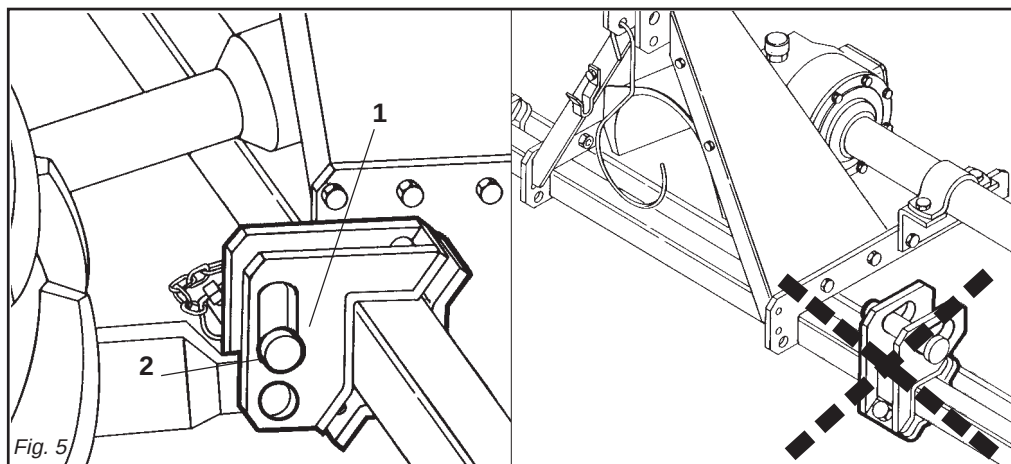

Fig. 5
In base alle dimensioni specifiche di questi 2 tipi di attacchi dei trattori è necessario determinare la posizione più favorevole della zappatrice spostando opportunamente sul tubo quadro le piastre (1 Fig. 5) e inserendo i perni (2 Fig. 5) nei fori corrispondenti al giusto diametro delle parallele del trattore.
Depending on the precise dimensions of these two types of hitches, find the best position for the cultivator by moving the plates (1 Fig. 5) along the square tubular and inserting the pin (2 Fig. 5) in the holes corresponding to the correct diameter for the tractor's parallel arms.
Aufgrund der spezifischen Abmessungen dieser beiden Schlepperanschlüsse kann man die günstigste Position der Hackfräse festlegen, indem man die Platten (1 Abb. 5) auf dem Vierkantröhr verschiebt und die Bolzen (2 Abb. 5) in die entsprechenden Bohrungen mit dem richtigen Durchmesser auf dem Schleppergestänge einsteckt.
En fonction des dimensions spécifiques de ces deux types d'attelages des tracteurs il faut déterminer la position la plus favorable de la houe en déplaçant, sur le tube carré, les plaques (1 Fig. 5) et introduire les axes (2 Fig. 5) dans les trous correspondant au bon diamètre des parallèles du tracteur.
En relación a las dimensiones específicas de estos dos tipos de enganche de los tractores hace falta determinar la posición más favorable de la binadora desplazando oportunamente en el tubo cuadrado las placas (1 Fig. 5) e introduciendo los pernos (2 Fig. 5) en los orificios correspondientes al correcto diámetro de las paralelas del tractor.
Le piastre (1 Fig. 5) vanno montate sempre e solo come mostrato in Fig. 5 con i fori posizionati anteriormente al tubo quadro.
- 1 - Accostare le parallele del sollevatore ponendole all'interno delle piastre (1 Fig. 5), inserire il perno (2 Fig. 5) nel foro predisposto e bloccare con le copiglie a scatto.
The plates (1 fig. 5) must always and only be mounted as shown in Fig. 5 with the holes towards the front of the square tubular. The Manufacturer declines any liability for damage to the cultivator or the tractor if this essential installation requirement is not observed.
- 1- *Near the lift bars, setting them in the most suitable plates (1 Fig. 5). Insert the pin (2 Fig. 5) into the relative hole and lock in place with the snap-in split pins.*
Die Platten (1 Abb. 5) dürfen nur und ausschließlich so montiert werden, wie es in Abb. 5 gezeigt ist, nämlich mit den Bohrungen, die vor dem Vierkantrohr angeordnet sind. Der Hersteller haftet nicht für die Beschädigung der Hackfräse oder des Schleppers infolge der Nichtbeachtung dieser Angabe.
- 1- Die Lenker des Krafthebers annähern und in die am besten geeigneten Platten schieben (1 Abb. 5). Den Bolzen (2 Abb. 5) in das Loch stecken und mit dem einrastenden Splint blockieren.
Les plaques (1 Fig. 5) doivent obligatoirement être montées comme illustré dans la Fig. 5 en utilisant les trous placés à l'avant du tube carré. Le constructeur décline toute responsabilité pour les ruptures sur la houe ou sur le tracteur dérivant de l'observation de cette prescription.
- 1- *Approchez les barres du relevage en les plaçant à l'intérieur des plaques les plus appropriées (1 Fig. 5), introduisez l'axe (2 Fig. 5) dans le trou correspondant et bloquez par les goupilles à encastrement.*
Las placas (1 Fig. 5) deben ser montadas siempre y solamente según lo indicado en la Fig. 5 con los orificios posicionados delante del tubo cuadrado. La firma constructora no es responsable de rupturas en la binadora o en el tractor originadas por falta de respeto de esta indicación.
- 1- Acercar las barras del elevador poniéndolas dentro de las placas más indicadas (1 Fig. 5), introducir el perno (2 Fig. 5) en el orificio y bloquear con los pasadores de resorte.